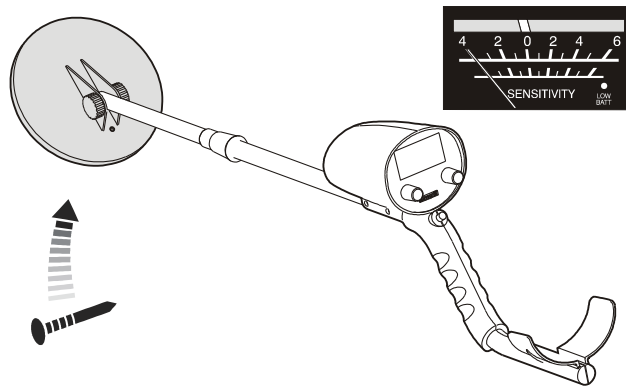

Fig. 11
- Når du langsomt fører jernsømmet hen i nærheden af søgehovedet, vil viseren flytte sig mod venstre, og lyden aftage i styrke. Når jernsømmet bevæges tættere på søgehovedet, flytter viseren sig yderligere mod venstre, og lyden aftager i styrke, indtil den forsvinder helt. (Fig. 11).